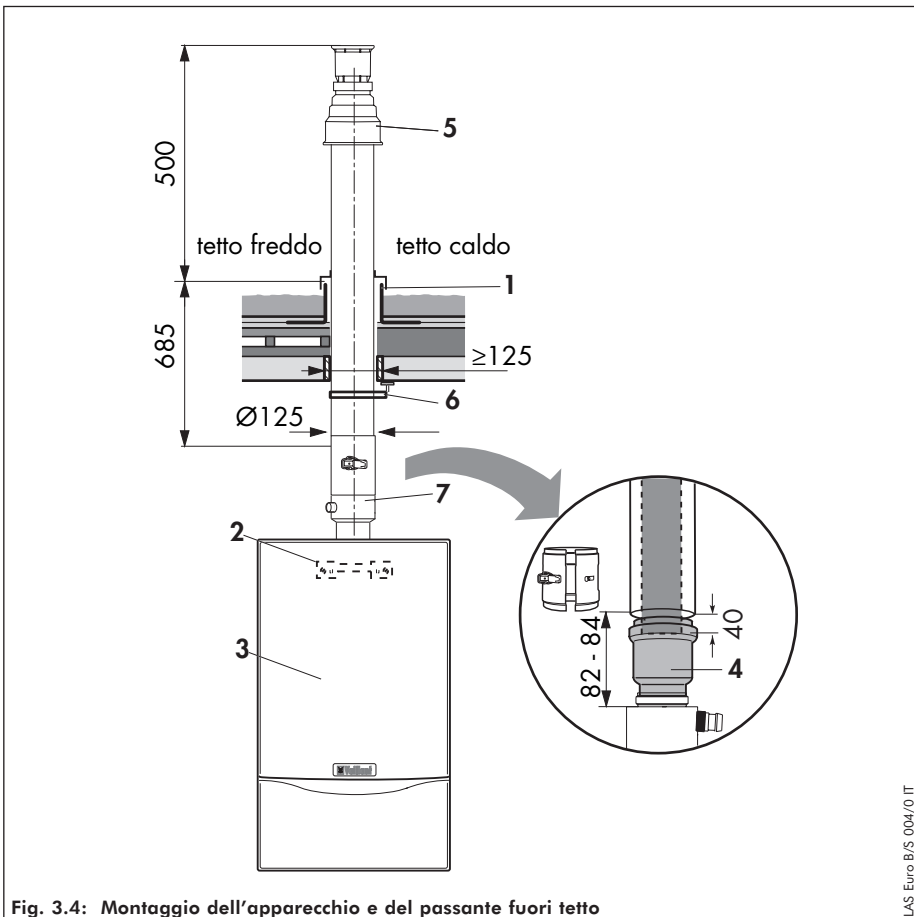

Fig. 3.4: Montaggio dell'apparecchio e del passante fuori tetto
- Mettere il collare per tetto piano (1).
- Montare la staffa di sostegno della caldaia (2).
- Installare l'apparecchio (3) (ved. Istruzioni di installazione della caldaia).
- Montare l'adattatore caldaia (7) all'apparecchio.
- Innestare, fino all'arresto, il manicotto separatore (4) all'adattatore della caldaia (7).
- Inserire dall'alto, il tubo passante verticale (5) nel collare.
- Allineare il passante del tetto verticalmente e fissarlo con la staffa (6), compresa nella fornitura, sul tetto stesso.
- Collegare il separatore (4) al tubo passante verticale, rispettando le quote riportate nel particolare in fig. 3.4.